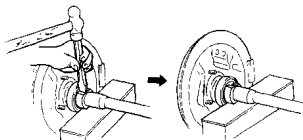

图 13-12
(3) 用凿子将挡圈磨薄的部分击断,注意不要伤及半轴,取下轴承挡圈(图13-12)。